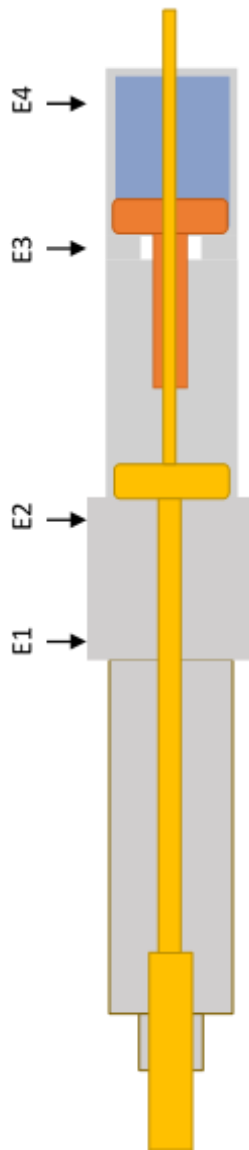

Abbildung 5
• **Auswerfen** (→Abbildung 5).